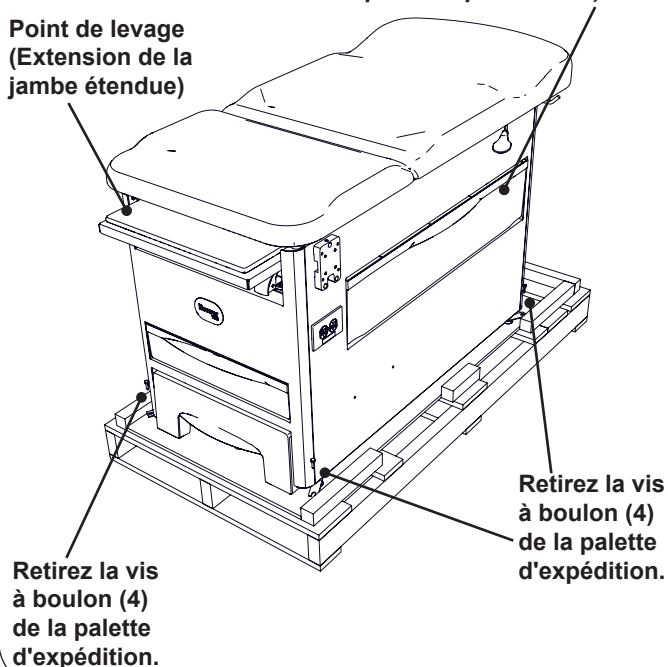

Figure 3. Points de levage de table
- Pour éviter d'endommager la table, soulevez-la uniquement aux points indiqués sur la Figure 3.
2. Déboulonner la table de la palette d'expédition en retirant les 4 vis de boulon de la palette avec un 1/2" clé à douille et retirez le support d'expédition. Voir la Figure 3.
3. Retirez la table de la palette d'expédition en la soulevant aux points de levage indiqués sur la Figure 3. Deux personnes sont nécessaires pour soulever la table. La rallonge de pied peut être utilisée pour le levage.